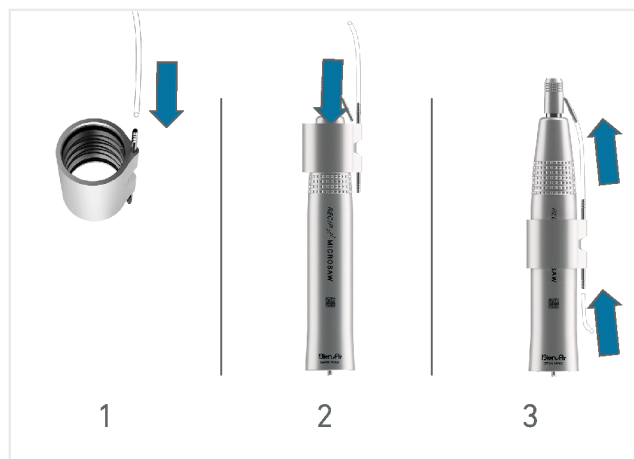

FIG. 4
- a) Se o anel de irrigação foi removido antes de o dispositivo ser reprocessado, examine-o. Certifique-se de que os dois O-rings estão nos seus encaixes. Utilizando uma tesoura esterilizada, corte uma porção da linha de irrigação com cerca de 50-60 mm. De seguida, introduza essa porção no tubo frontal do anel de irrigação (FIG. 4, passo 1) e insira o anel de irrigação na microsserra, deslizando-o desde a parte frontal até à traseira (FIG. 4, passo 2).
2. Ligue a porção da linha de irrigação do anel de irrigação ao tubo frontal da microsserra. Certifique-se de que a linha de irrigação está folgada o suficiente para permitir o movimento recíproco do nariz da microsserra (FIG. 4 passo 3).
3. Ligue a parte restante da linha de irrigação à parte traseira do anel de irrigação (FIG. 4, passo 3).